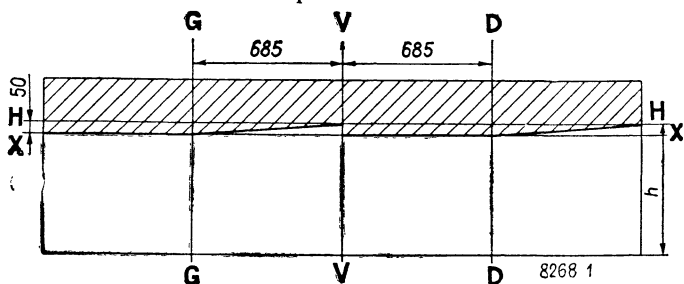

Рис. 52. Разметка экрана для регулировки фар:
- установить ненагруженный автомобиль на расстоянии 5 м от экрана (рис. 52);